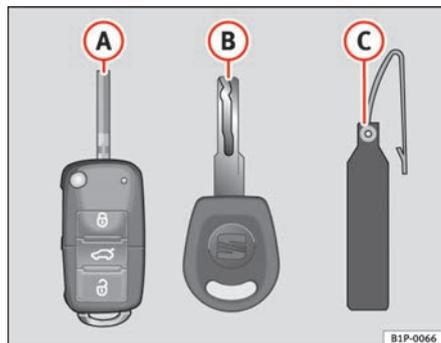

Fig. 62 Jeu de clés
- une clé avec radiocommande ⇒ fig. 62 A) avec panneton escamotable,
Un double de clé ne peut être réalisé qu'à l'aide du numéro de clé figurant sur la languette en matière plastique ⇒ fig. 62 B). C'est pourquoi :
- Utilisez les deux clés livrées avec le véhicule ⇒ page 104, fig. 62, la clé pourvue d'une radiocommande  et la clé conventionnelle .